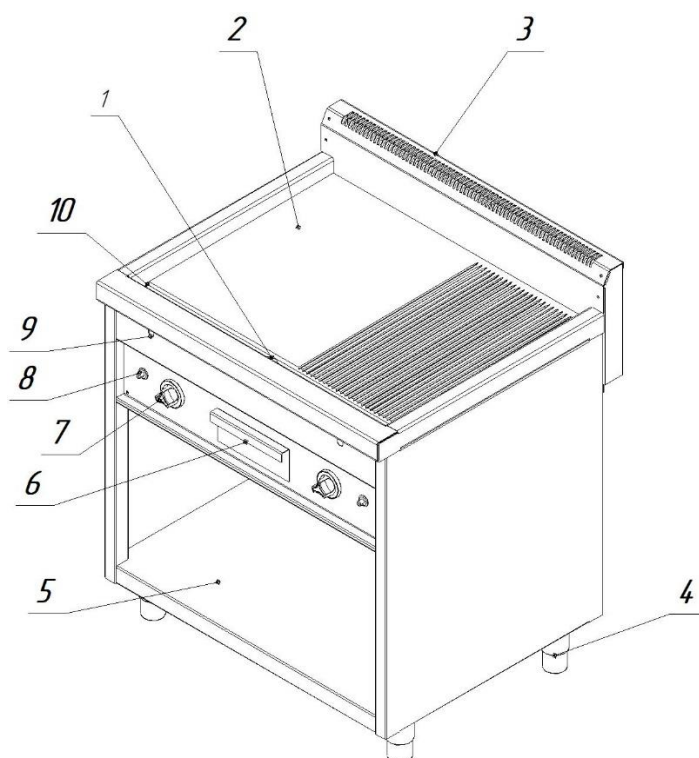

Рис.1. Устройство газовой плиты-гриля
На рис.1 приведено общее устройство плиты-гриля.
Стальная жарочная поверхность 2 (рис.1) с износостойким покрытием разделена на несколько независимых зон нагрева (от 1 до 3). В жарочной поверхности имеются 1 или 2 (в зависимости от модели) сливных отверстия 1 (рис.1) для удаления отходов, образующихся при приготовлении блюд. Так же отходы во время готовки можно переместить в желоб для сора мусора 10 (рис.1). Отходы из сливного отверстия и желоба попадают в выдвижной поддон-мусоросборник 6 (рис.1).
На лицевой панели устройства размещаются ручки управления 7 (рис.1), с помощью которых меняется мощность соответствующей горелки плиты. Основная горелка зажигается с помощью запальной горелки. Розжиг запальной горелки осуществляется с помощью кнопки пьезоподжига 8 (рис.1). Работу запальных горелок можно проверить с помощью смотровых отверстий 9 (рис.1). Продукты сгорания, образующиеся при
работе устройства, удаляются через коллектор 3 (рис.1). Горизонтальность гриля выставляется регулируемыи по высоте ножками 4 (рис.1). В напольных моделях присутствует полка 5 (рис.1) для хранения кухонного инвентаря. Также плита может дополняться съемным защитным бортом.
- Узел регулировки горелки находится внутри корпуса устройства. Для доступа к нему выньте поддон-мусоросборник 6 (рис.1) и снимите лицевую панель, предварительно сняв ручки 7 (рис.1).
- Выньте поддон-жиросборник 6 (рис.1) и снимите лицевую панель, предварительно сняв ручки 7 (рис.1). Затем верните ручки на место.